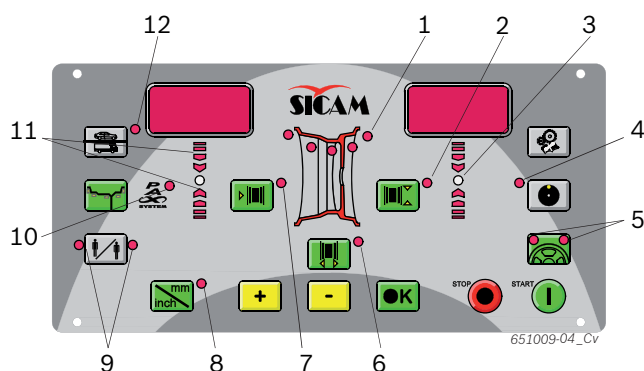

Fig. 4: LED disposti sul pannello di comando/pannello di visualizzazione
- ➔ Tramite i LED (fig. 4, pos. 1) vengono visualizzate le posizioni dei livelli di equilibratura per ciascun programma di equilibratura.
Se è selezionato un programma di equilibratura PAX si illumina additionally il LED Pax (fig. 4, pos. 10).
2. Selezionare la distanza del cerchione rilevato tramite il tasto **<->** o **<+>** per distanza cerchione (fig. 4, pos. 7).
4. Selezionare la larghezza del cerchione rilevata tramite il tasto **<->** o **<+>** per larghezza cerchione (fig. , pos. 6).
6. Selezionare il diametro del cerchione rilevato tramite il tasto **<->** o **<+>** per diametro cerchione (fig. 4, pos. 2).
- ⇒ Entrambi i LED del tasto <SPLIT> (fig. 4, pos. 5) si illuminano.